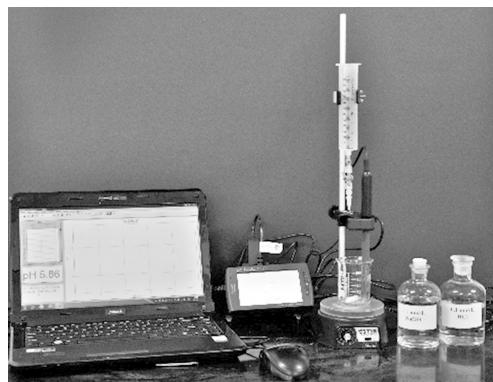

图 3.3 中和滴定数字化实验装置
滴定终点通常是通过指示剂的颜色变化来判断。常用的酸碱指示剂有:酚酞、甲基红、甲基橙。不同指示剂有不同的变色范围和颜色(选择性必修 1 教材第 61 页图 3.3)。溶液的 pH 还可以用 pH 计来测量。
1. 按图 3.3 连接装置,打开应用程序。连接装置时,要确保滴液管滴下的液体能顺利通过滴数传感器的光电门,液体能滴入下端烧杯中。另外,磁力搅拌子不能触碰 pH 传感器,pH 传感器要按要求预先处理。